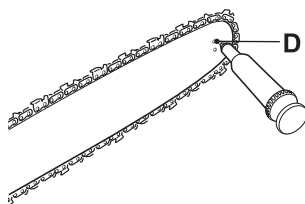

Fig.38
2. Procurez-vous un pistolet de graissage jetable; insérez la pointe dans le trou de graissage (D) et injectez l'huile jusqu'à ce qu'elle déborde du trou du pignon (Fig. 38).